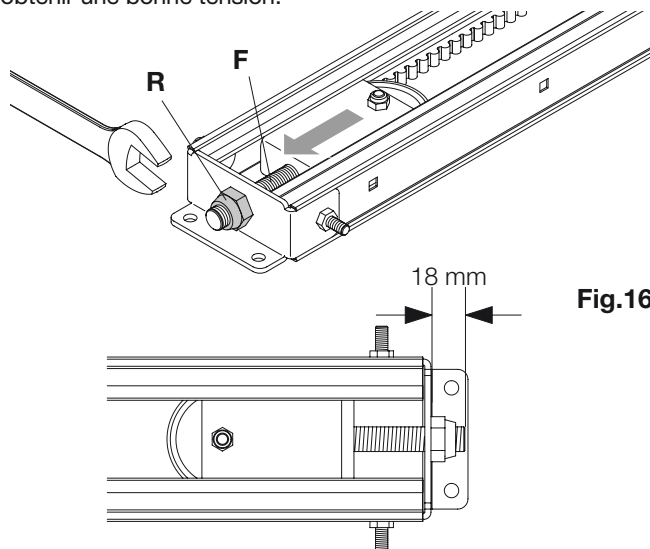

Fig.16
3) Placer le groupe tendeur de courroie JMP. 8 au fond du rail de façon à faire sortir la vis de tension F comme représenté en figure 16 et appliquer l'écrou de réglage R en le fixant jusqu'à ce que la vis soit en saillie d'environ 18 mm comme représenté sur le dessin.